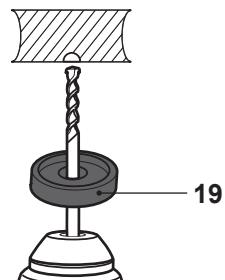

Fig. 5
Utilizați colectorul de praf (19) de deasupra burghiului pentru a proteja utilizatorul și produsul de praf sau murdărie (Fig. 5).